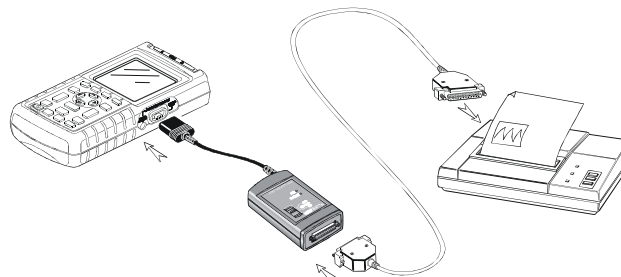

Figura 1-23. Collegamento di una Stampante Parallela
- Il Cavo Adattatore Stampa (PAC91, opzionale) per collegare una stampante parallela alla PORTA OTTICA dello strumento. Vedere Figura 1-23.